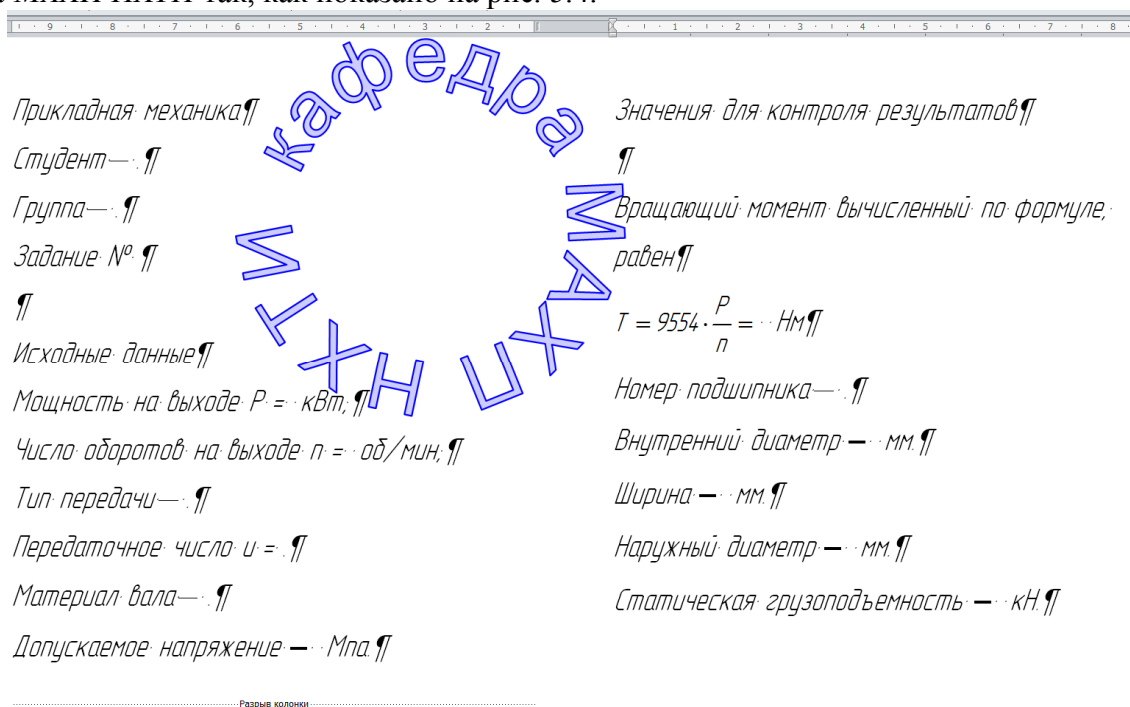

Рис. 5.4. Документ после ввода текста
8) Введите текст, показанный на рис. 5.4. До разрыва колонки вводятся исходные данные, после разрыва – контроль результатов. В режиме показа непечатаемых символов символ пробела отображается в виде точки в верхней части строки. Оставьте правильно пробелы так, как показано на рис. 5.4.
9) Используя вставку объекта Word Art, на верхнюю часть страницы добавьте печать *Кафедра МАХП НХТИ* так, как показано на рис. 5.4.